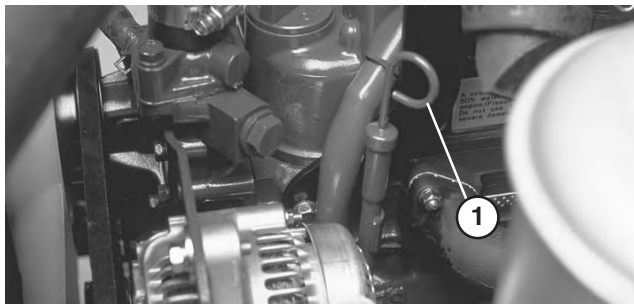

Bild 25
2. Nehmen Sie den Peilstab heraus (Bild 25) und wischen Sie ihn mit einem sauberen Lappen ab. Stecken Sie den Peilstab in das Rohr und stellen Sie sicher, dass er vollständig eingeführt ist. Nehmen Sie den Peilstab heraus und prüfen Sie den Ölstand. Gießen Sie bei zu niedrigem Ölstand nur so viel Öl langsam in den Einfüllstutzen, dass der Ölstand die Voll-Markierung erreicht.